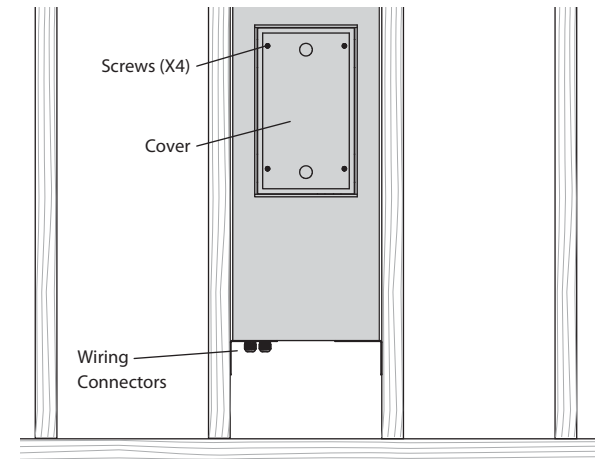

图 3. 盖子拆卸
1. 松开固定到位的四颗螺丝, 从后罐上取下盖子 (图 3)。